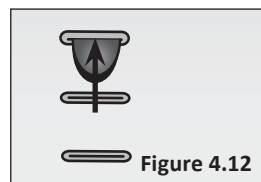

Figure 4.12
- 2 Insérez l'ancrage à travers la fente dans le siège en la poussant vers l'avant. **Figure 4.12**